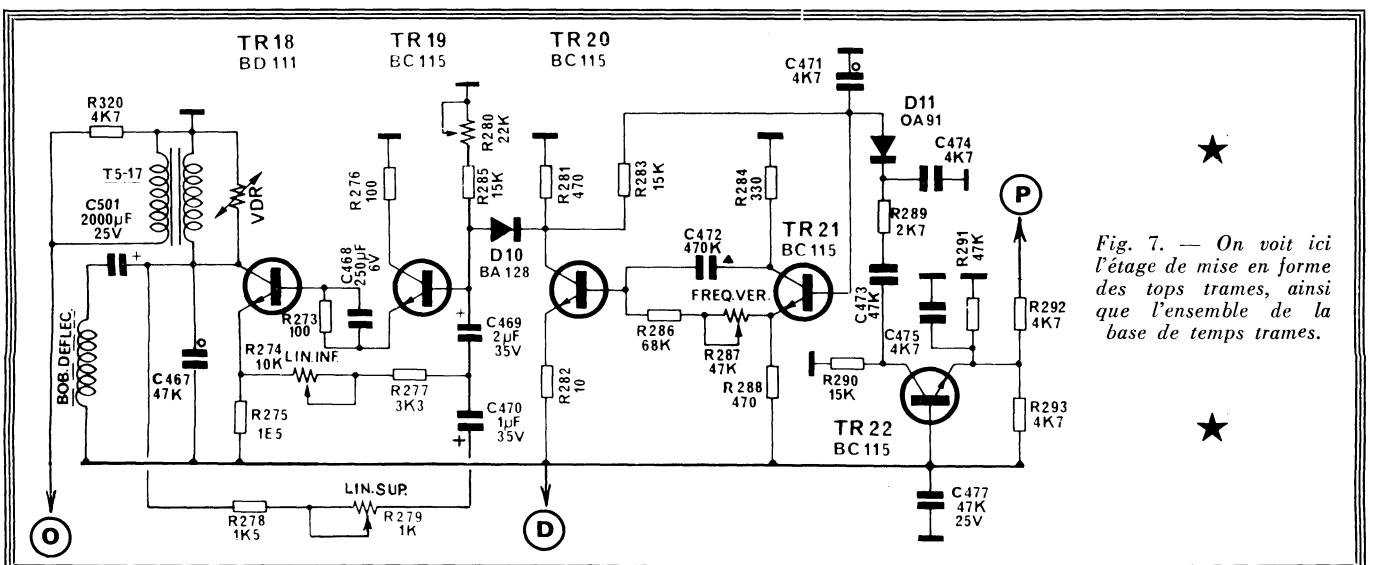

Fig. 7. — On voit ici l'étage de mise en forme des tops trames, ainsi que l'ensemble de la base de temps trames.
La séparation à proprement parler s'effectue dans l'étage TR₂₃ (fig. 6), suivi d'un étage de « mise en forme » pour les impulsions de synchronisation trames (TR₂₂, fig. 7). Les signaux vidéo arrivent par (I) et le séparateur attaque un comparateur de phase classique à deux diodes, suivi d'un oscillateur lignes comprenant les transistors TR₂₄ et TR₂₅. Vient ensuite l'étage « driver » TR₂₆ et le transistor de puissance lignes TR₂₇. La commutation 819/625 lignes est réduite au strict minimum, du fait de la commutation intervenant sur la tension d'alimentation.
Son schéma est celui de la figure 7, où l'on voit l'étage de mise en forme des tops trames (TR₂₂), suivi d'un oscillateur du type multivibrateur, comprenant les transistors TR₂₃ et TR₂₄, un étage adaptateur (TR₂₅) et, enfin, l'étage de puissance TR₂₆. Des réglages accessibles sur l'arrière du téléviseur permettent d'ajuster la fréquence de trames R₂₇, l'amplitude verticale (R₂₈) et la linéarité verticale, dans le bas de l'image par R₂₇, et dans le haut par R₂₇.